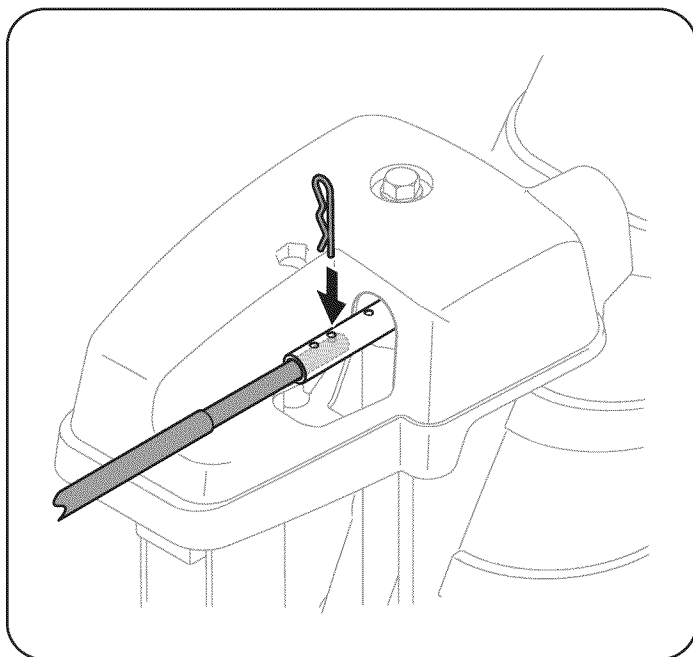

Figura 8
7. Empuje la barra de control del canal hacia el panel de control hasta que el agujero en las líneas de varilla con el agujero del medio en la entrada de control del canal e inserte la chaveta. Ver la Figura 8.